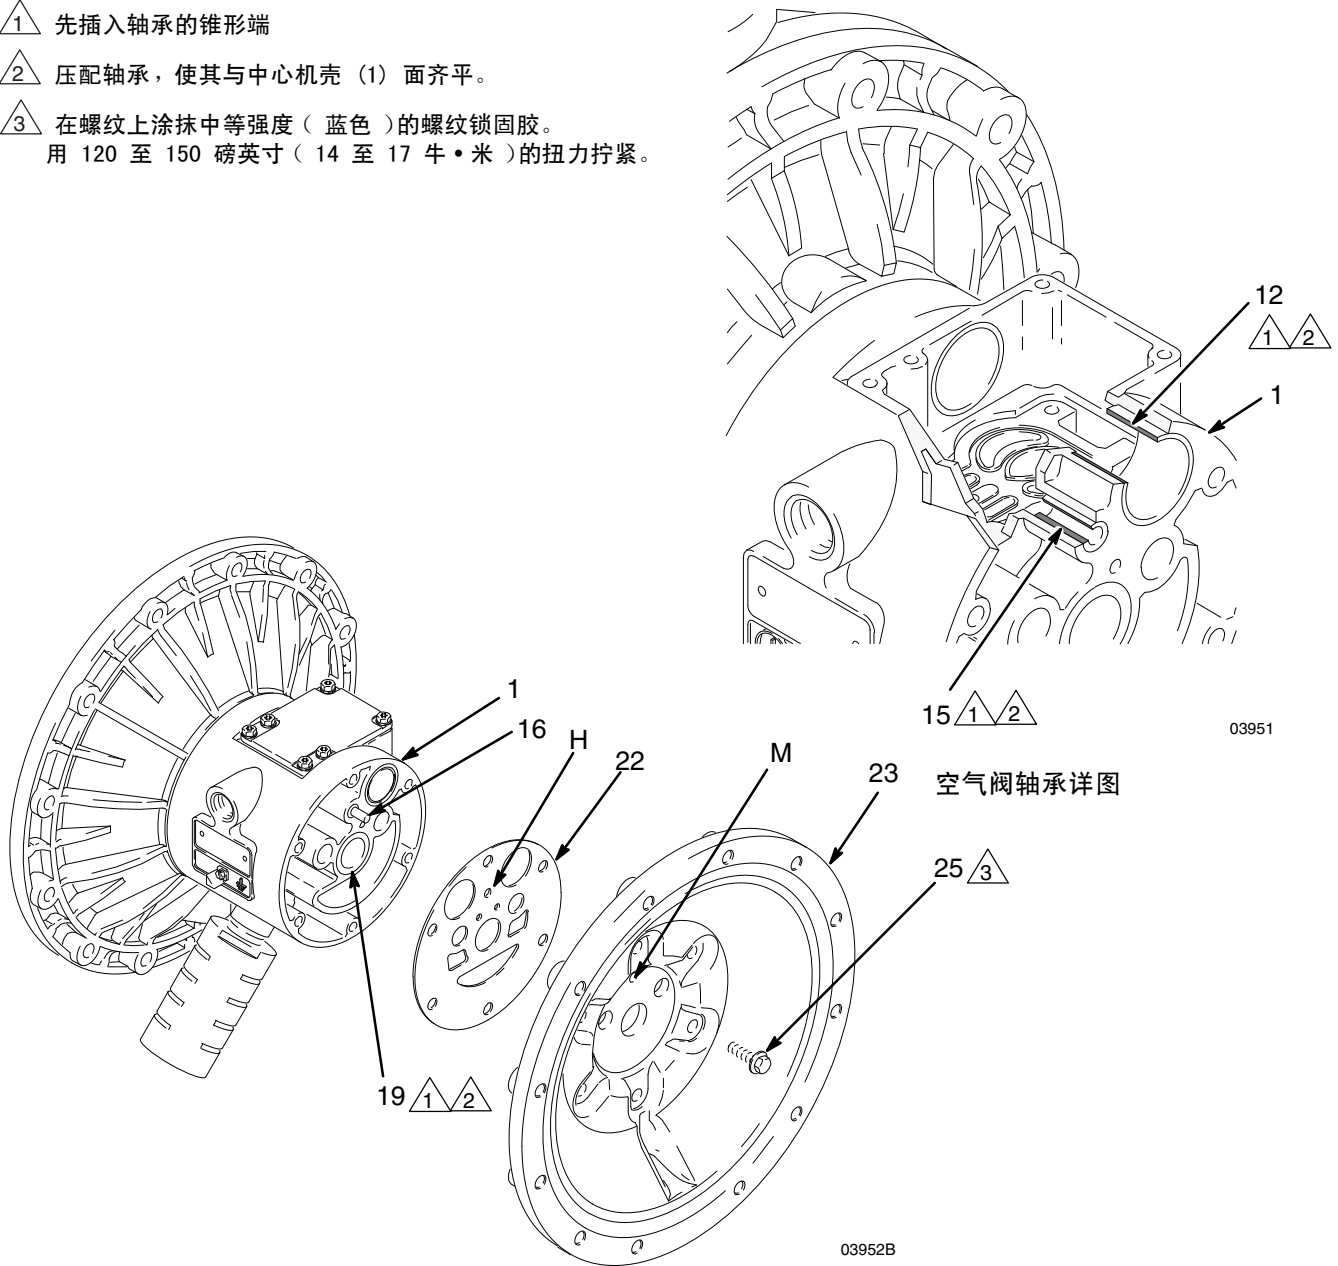

图 13
5. 使用 10 毫米套筒扳手，卸下固定与中心机壳（1）连接的空气盖（23）的螺钉（25）。参见图 13。
5. 对准空气盖（23），以使导向销（16）配入盖板中心附近的三个小孔中的中孔（M）。用手拧紧螺丝（25）。参见图 13。使用 10 毫米套筒扳手，交叉均匀地用 120 至 150 磅英尺（14 至 17 牛·米）的扭力拧紧螺丝。